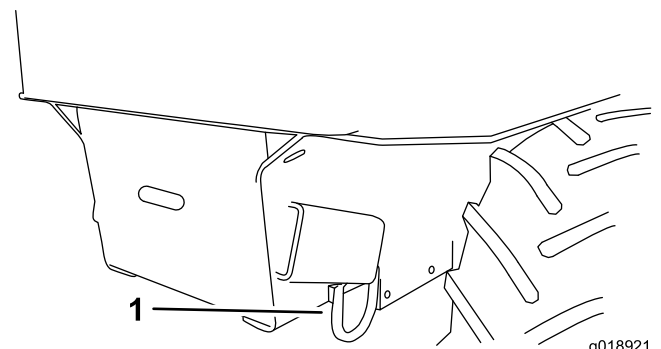

Figura 21
8. Amarre la máquina al remolque usando los puntos de amarre delanteros (Figura 21).